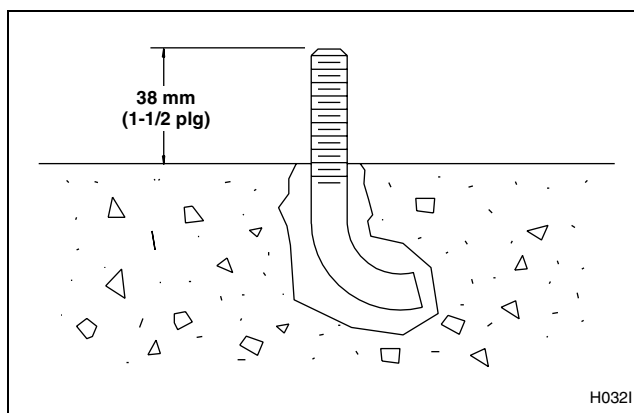

Figura 24
5. Use aire comprimido o una pera de compresión eliminar los residuos de cada agujero. Fije los pernos en J en su lugar usando un compuesto para anclaje industrial aceptado. Verifique que los pernos en J estén en su lugar correcto y que sobresalga 38 mm (1-1/2 plg) de cada perno en J sobre el piso. Consulte la *Figura 24*.
6. Use la disposición de pernos de montaje proporcionada en la *Figura 24* para ubicar correctamente los pernos de montaje en el concreto húmedo. Cuando use pernos en J, deje que sobresalga 38 mm (1-1/2 pulgadas) encima de la superficie de concreto.